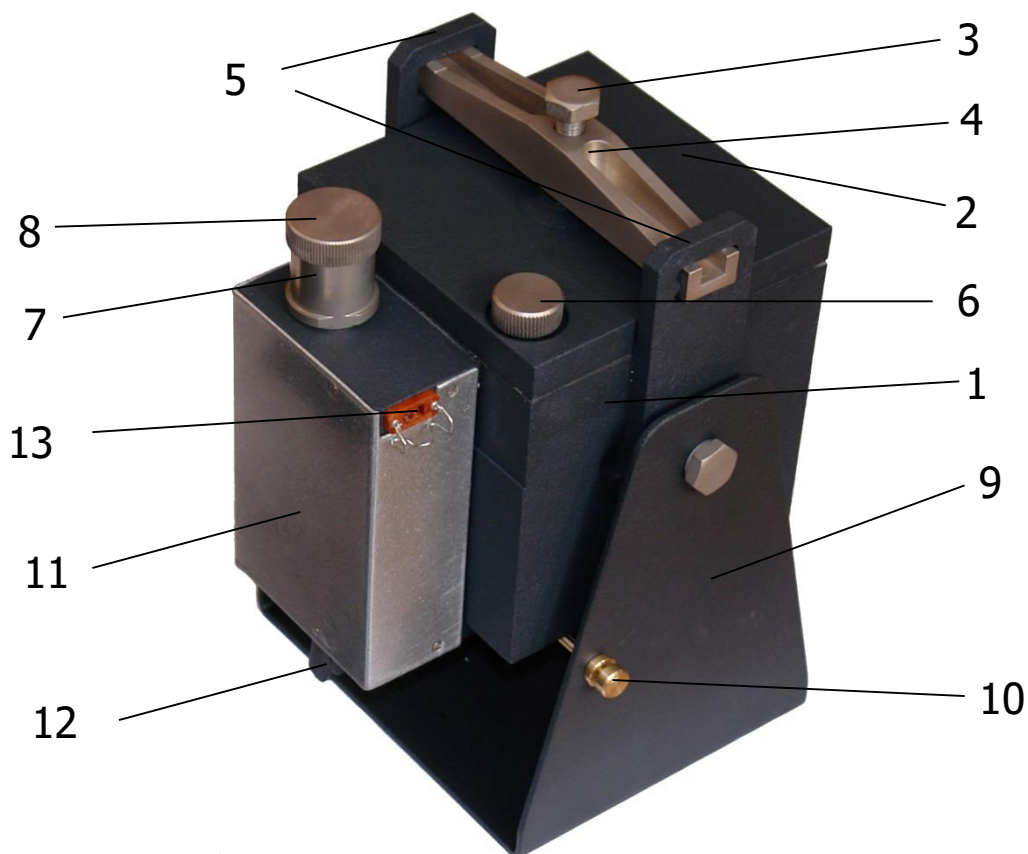

Рисунок 3 – Внешний вид измерительной камеры
*Измерительная камера* (рис. 3) выполнена в виде квадратного контейнера 1, в который помещается исследуемый образец. На передней стенке контейнера через кронштейн вертикально закреплен сильфон, который с помощью жесткого поводка соединен с датчиком линейных перемещений.